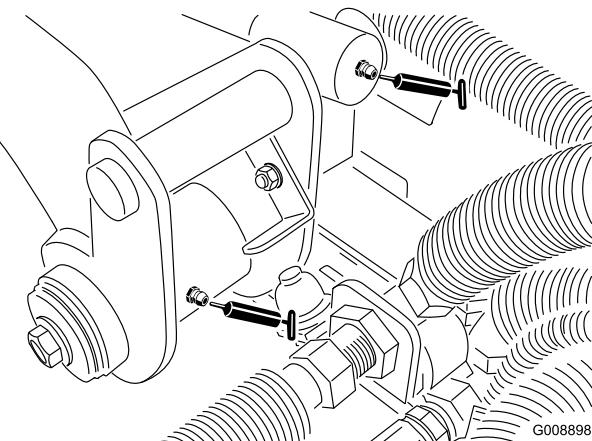

Bild 35
- Hintere Hubarm-Drehbüchsen und Hubzylinder (2) (Bild 35)